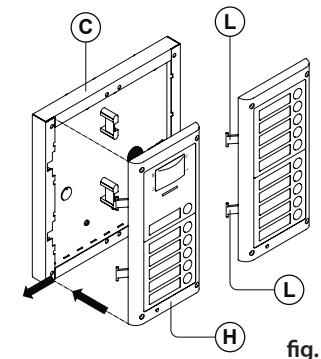
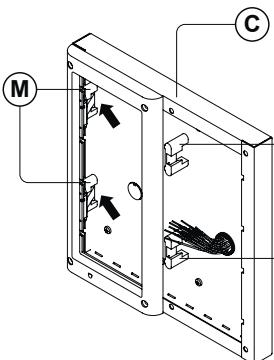

fig. 7
fig. 8
- Quando sono necessari più di un supporto moduli, questi vanno agganciati alla scatola da superficie partendo da quello più a sinistra. Per praticità verrà descritto come procedere con il supporto di sinistra, ma naturalmente le stesse operazioni valgono anche per quello di destra. Come mostrato in Fig. 7, agganciare il supporto moduli **H** (completo di moduli) alla scatola da superficie **C**, muovendolo come suggerito dalle frecce. Fare attenzione che i perni **L** (Fig. 7) si inseriscono nei relativi alloggiamenti **M** come mostrato in Fig. 8;